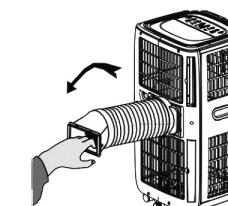

Fig. 2
2. Collegare l'attacco sull'estremità opposta del condotto al foro di uscita sulla parte posteriore dell'apparecchio infilandolo e ruotandolo per bloccarlo (Fig. 2).